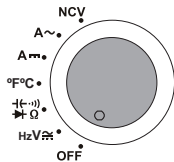

Abb. 2
- Das Produkt ist ausgeschaltet, wenn der Drehschalter (3) in der Position **OFF** steht (Abb. 2). Schalten Sie das Produkt nach dem Messvorgang aus.
- Wählen Sie die einzelnen Messfunktionen über den Drehschalter an. Die automatische Bereichswahl ist in einigen Messfunktionen aktiv. Hierbei wird immer der jeweils passende Messbereich automatisch eingestellt. In der LCD-Anzeige erscheint **Auto** (E).